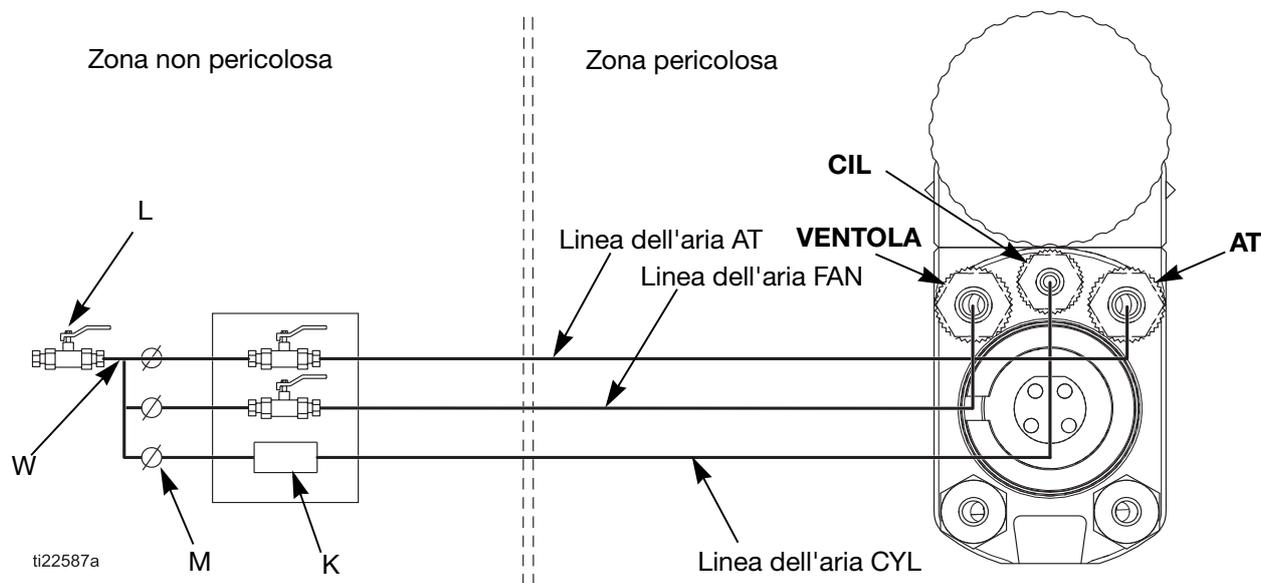

FIG. 11 Schema della linea dell'aria
Vedere: FIG. 11.
1. Collegare le linee dell'aria come mostrato in FIG. 11, pagina 16.
Collegare le linee dell'aria come mostrato in FIG. 11, pagina 16.